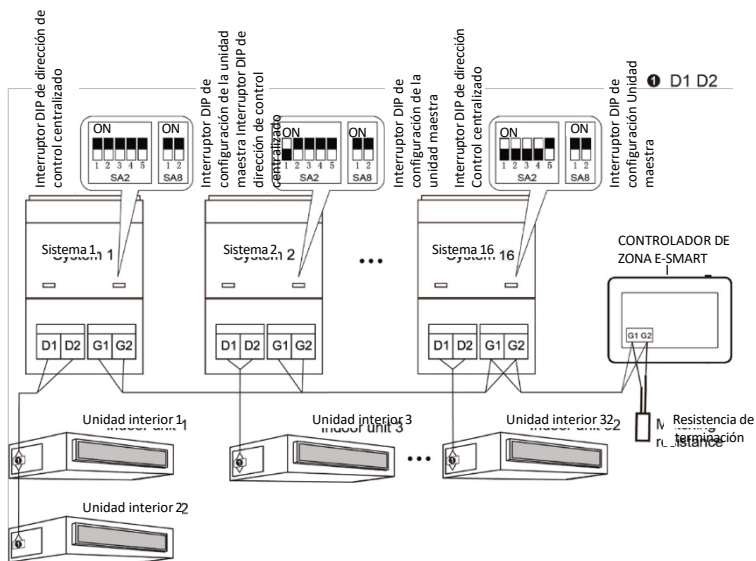

Fig. 3.5 Controlador centralizado conectado a la red de UE
- 3 Si el controlador centralizado debe conectarse a la red de UE, realice las conexiones según la Fig. 3.5. El controlador centralizado solo se puede conectar al sistema terminal de la red de UE. Se debe añadir una resistencia adecuada a los cables de comunicación en los puertos G1 y G2.